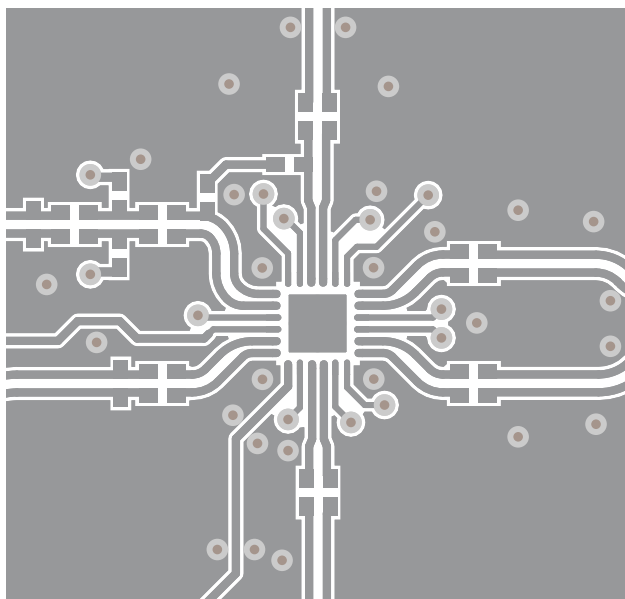

图 8-5. 布局示例，顶层
- 使用 GND 屏蔽隔离输入和输出。图 8-5 将所有输入和输出作为差分对进行路由。